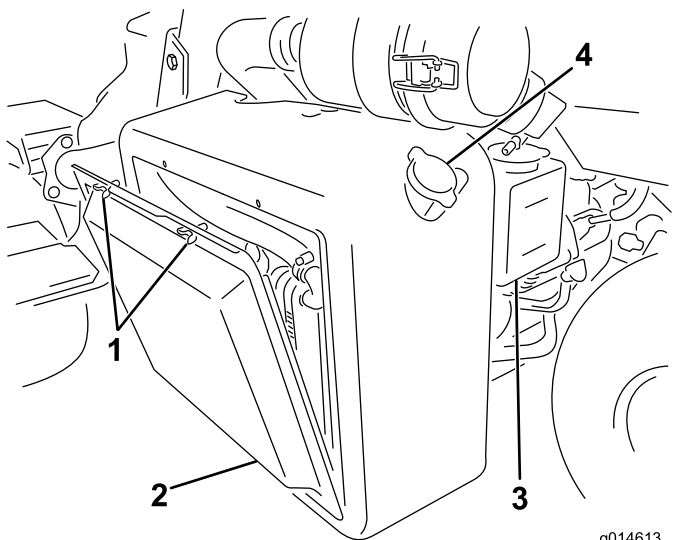
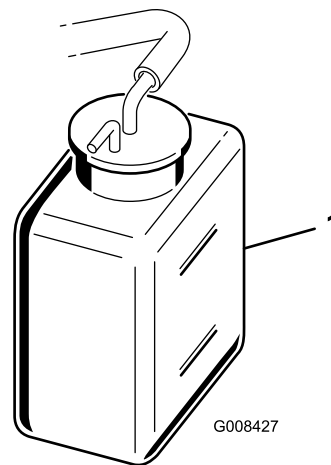

図 41
図 42
- ラジエーターのスクリーンを外す 図 41。
- 冷却液の量を点検する 図 41 と 図 42。